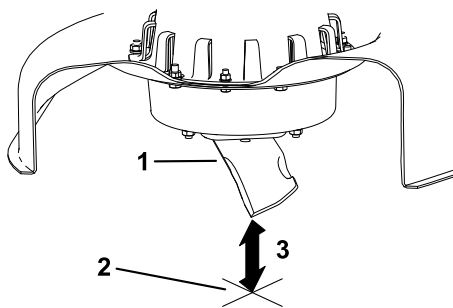

Figura 30
3. Măsurați de la vârful lamei până la suprafața plană (Figura 30).